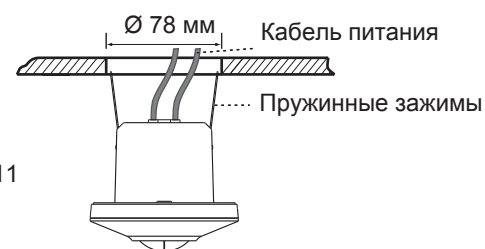

Рис. 11
3.4.2.4 Закройте в пружинных зажима датчика и вставьте датчик в просверленное отверстие на потолке (см. рис. 11).
3.4.3.1 На нижней крышке комбинированной распределительной коробки имеются 4 пары мест для выбивания отверстий с различными расстояниями между ними (от 56 мм до 80 мм), которые можно выбрать для различных вариантов монтажа (см. рис. 11-A).